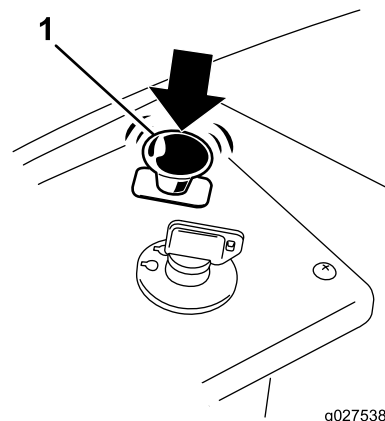

Figura 12
1. Desengrane las cuchillas moviendo el mando de control de las cuchillas a la posición de DESENGRANADO (Figura 12).